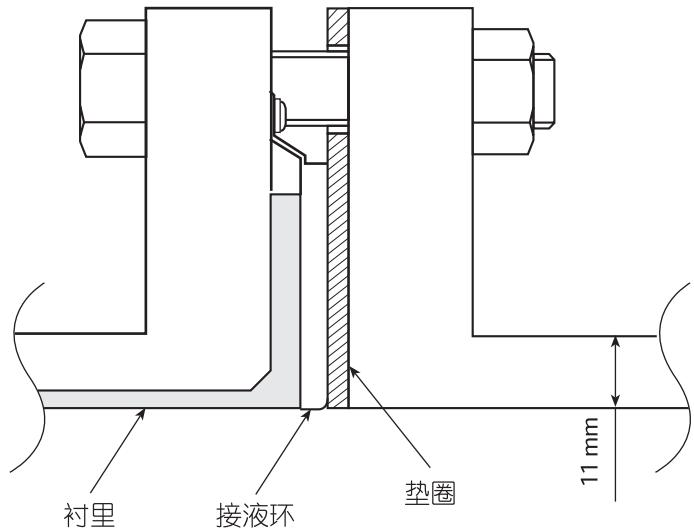

图 2-9 氯乙烯配管的安装场合
1. 按规定的紧固力矩进行安装的场合，如图 2-9 进行安装。